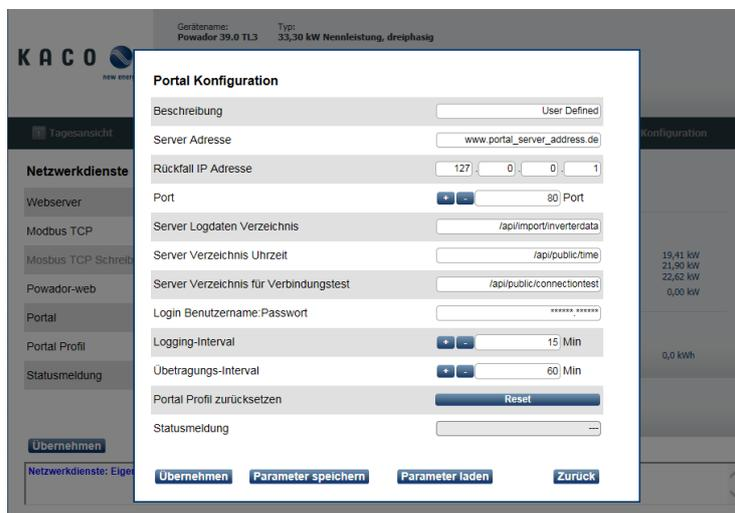

Abbildung 22. Portal konfigurieren
- ✓ Konfiguration des Portalprofils über den "Konfiguration"-Button durchführen (Siehe Abbildung 22).